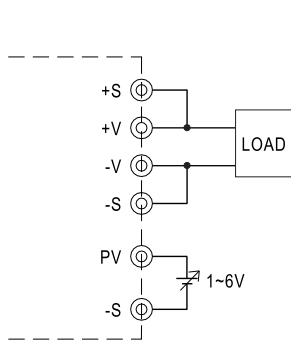

图 3.1加一个1~6V的外部电压
- (1) 如图3.1所示, 在CN1或CN2的PV和-S间连接一个外部直流电压源, 并且+S & +V, -S & -V也需要如图所示连接
- (2) 如图所示3.2, 在额定输出的20~110%(Typ.)间电压可调, 输出电压上调时输出电流需相应减小